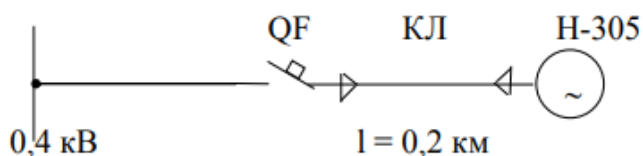

Рисунок 2. Схема электрическая принципиальная
**Задача 4.** Выбрать кабельную линию и способ прокладки его в помещении категории В-1а для питания электродвигателя мощностью 7,5 кВт  $\cos \varphi_n = 0,87$ ;  $\eta_n = 93\%$ , проверить линию по потере напряжения (рис. 2).